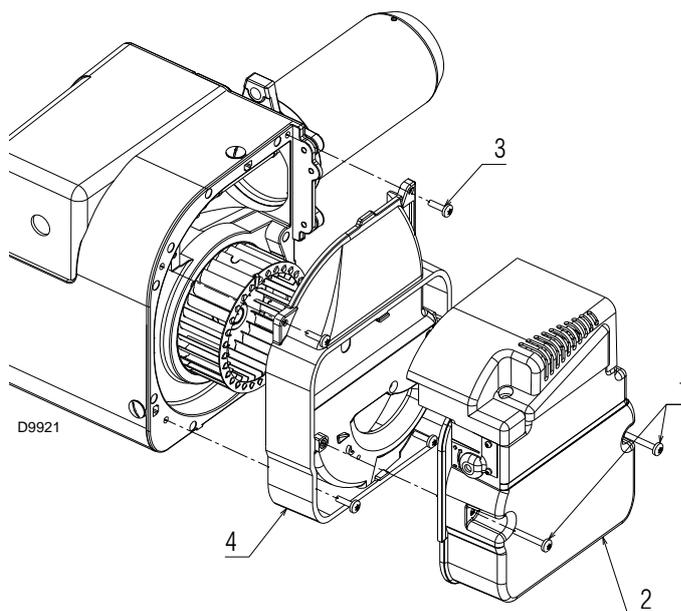

Fig. 16
- dévisser les vis 1)(Fig. 16) et retirer le volet d'air 2);